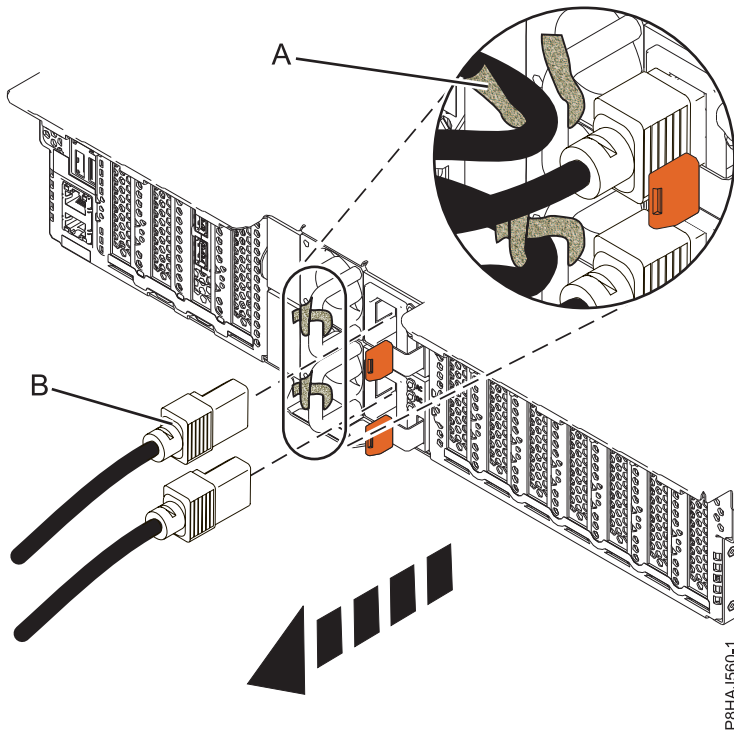
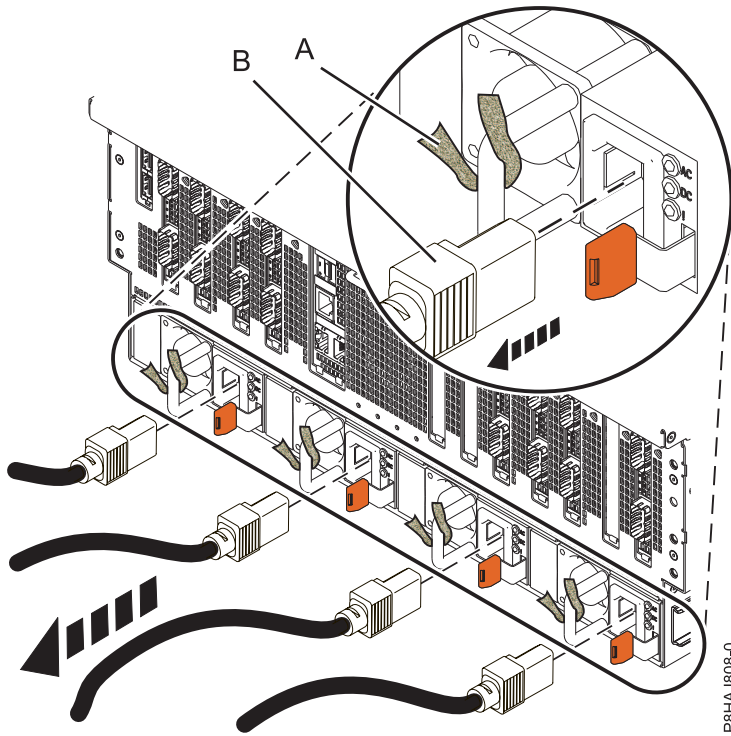

Figure 35. Retrait des cordons d'alimentation d'un système 5148-21L, 5148-22L, 8247-21L, 8247-22L, 8284-21A ou 8284-22A
Figure 36. Retrait des cordons d'alimentation d'un système 8408-44E ou 8408-E8E
3. Débranchez les cordons d'alimentation (**B**) de l'unité centrale. Voir les figures figure 34, à la page 47, figure 35, à la page 47 ou figure 36, à la page 48 selon le type de votre système.